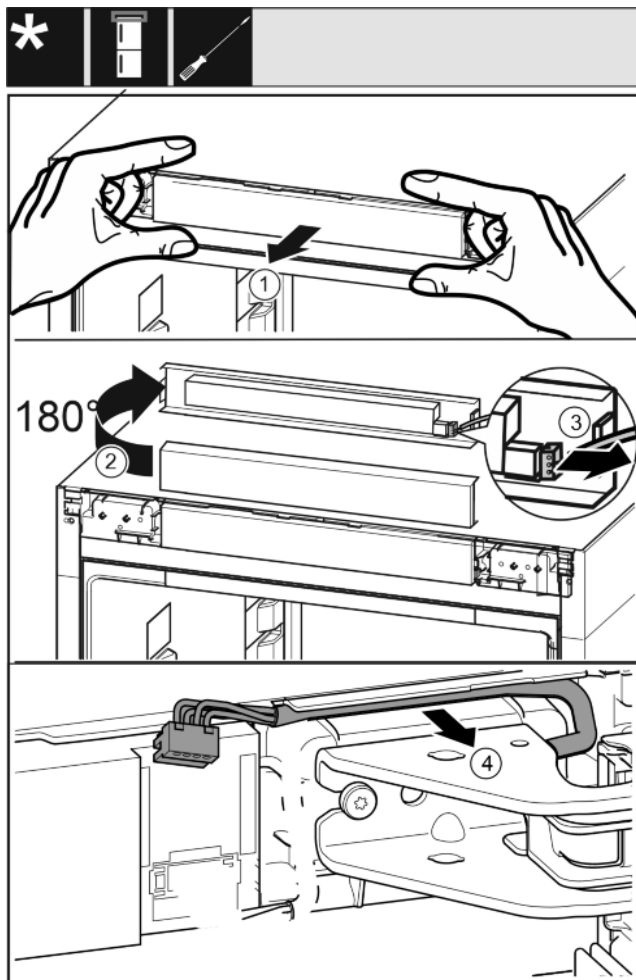

Fig. 15
- Okvir upravljalne plošče previdno ločite v smeri naprej. Fig. 15 (1)
- Okvir upravljalne plošče obrnite navzgor za 180°. Fig. 15 (2)
- Zaskočni nastavek potisnite nazaj in previdno izvlecite vtič. Fig. 15 (3)
- Kabel preko ležajnega podstavka previdno sprostite iz vodila. Fig. 15 (4)